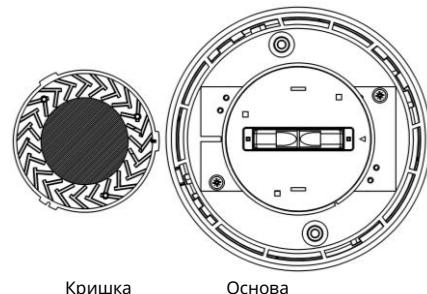

Рисунок 6 – Димова камера сповіщувача у відкритому стані
- 3) зняти захисну сітку разом з кришкою димової камери, відтягуючи її від основи (рис. 6);